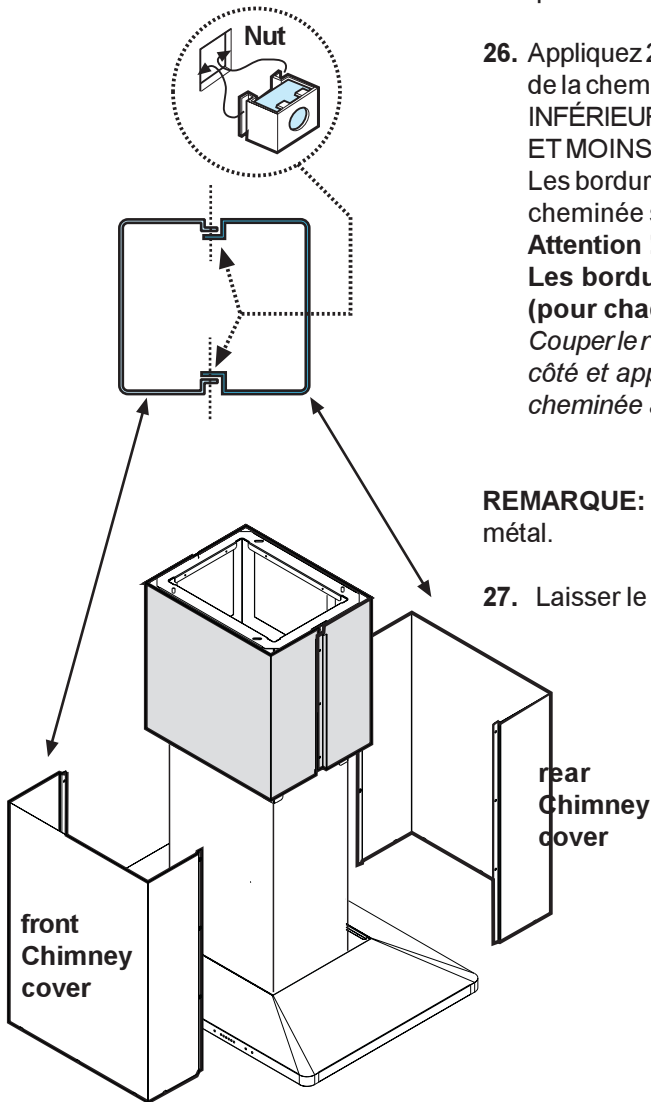

Figure 12
24. Assemblez les deux parties inférieures de la cheminée de façon qu'elles recouvrent la structure, utilisez 6 vis (3 de chaque côté, voir aussi schéma en plan pour l'assemblage des deux parties).. Figure 12.
25. Faire glisser la partie supérieure des couvertures dans son logement de manière qu'elle couvre le groupe moteur et la boîte de connexions électriques. Figure 12.
La DEL de puissance d'aspiration 2 illustrée dans la Figure 12 est marquée par la lettre F. La DEL clignote lorsqu'il est nécessaire de nettoyer le filtre anti-graisse (après 40 heures d'emploi). Pour le nettoyage des filtres, suivre les instructions fournies dans le présent manuel. Après avoir nettoyé les filtres anti-graisse, effectuer une remise à l'état initial du dispositif de signalisation en maintenant appuyé le **poussoir d'extinction moteur (OFF)** pendant 3 secondes environ, jusqu'à ce que le signal (bip) soit activé.